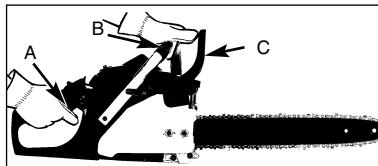

Рис. 10
- Удерживайте заднюю ручку правой рукой (Рис. 10).
- Левой рукой крепко удерживайте переднюю ручку (B) [не рукожатку тормоза цепи (C)] (Рис. 10).
- Отожмите курок дросселирования на 1/3, после чего резко нажмите на рукожатку тормоза цепи (C) (Рис. 10).